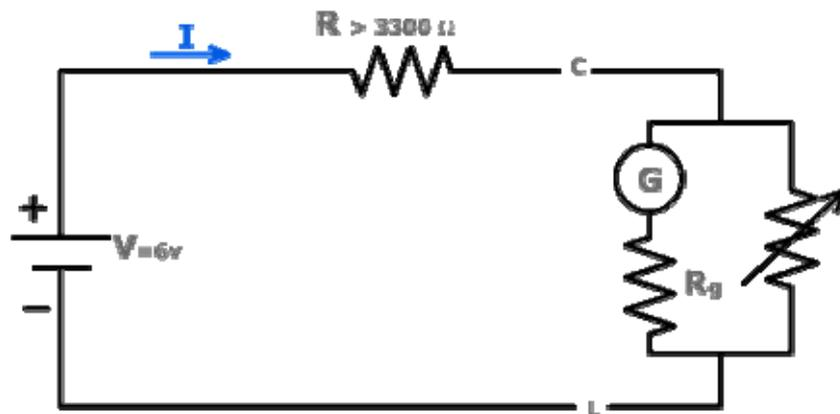

Figura 5.7
- c. Instale el circuito de la figura 5.7 con la resistencia de shunt R_{sh} calculada en el literal anterior, en paralelo con el galvanómetro y varíe R_i hasta que la aguja en la escala del galvanómetro se deflecte a su valor máximo. **Cuando esto ocurra la corriente total que circula por el amperímetro diseñado por usted en esta practica debe ser (máximo) de 1,0 miliampere (mA).** En la figura 5.7 los puntos **C** y **L** delimitan a la derecha el amperímetro diseñado